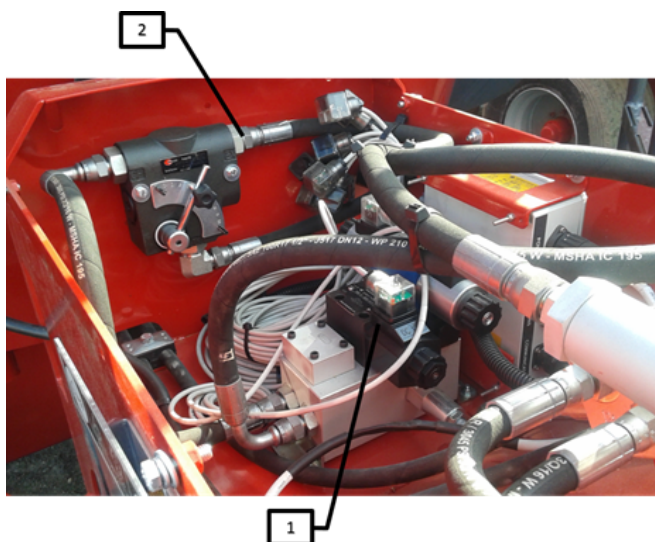
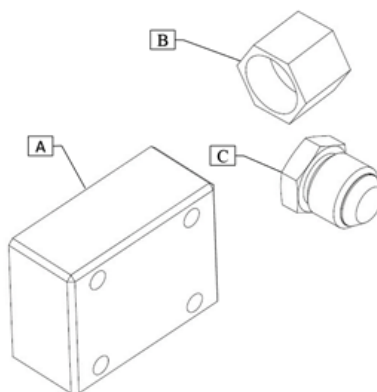

Figure 12 — Nez d'un mélangeur sans convoyeur
Figure 13 — Bouchons et plaque de recouvrement
2. Enlevez la valve de recirculation d'huile et son connecteur électrique (Figure 12, repère 1).
4. Installez la plaque de recouvrement (Figure 13, repère A) sur le distributeur d'huile (Figure 12, repère 1).
5. Débranchez le flexible hydraulique (Figure 12, repère 2).
6. Installez le bouchon (Figure 13, repère C) sur le flexible hydraulique (Figure 12, repère 2).
7. Installez le bouchon (Figure 13, repère B) sur le diviseur de débit (Figure 12, repère 2).
NOTE : Les bouchons (Figure 13, repères B et C) et la plaque de recouvrement (Figure 13, repère A) se trouvent dans la boîte noire fournie avec votre machine.